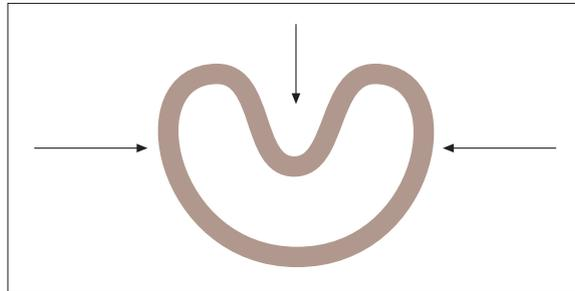

fig. 05
- Deformare l'anello in PTFE a forma di cuore evitando deformazioni acute (vedi fig. 05).
- Compress the PTFE ring into a kidney shape the ring must have no sharp bends (see fig.05)